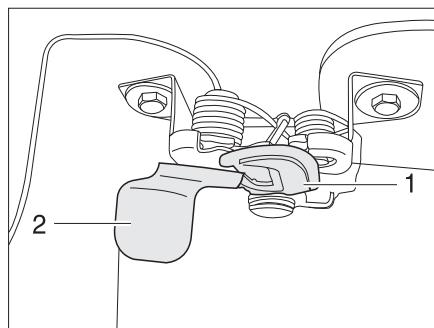

Fig. 34 Palanca de desbloqueo del capó del motor, en el exterior
- Meter una mano debajo del capó del motor y activar el gancho de retención (Fig. 34,1). Para esto meter la mano detrás de la placa (Fig. 34,2) y tirar la placa hacia delante.